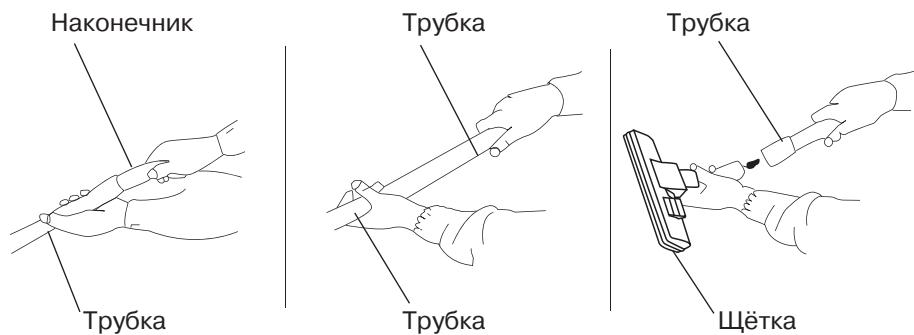

Рис.2
- Подсоедините телескопическую удлинительную трубку (4) к ручке гибкого шланга (5).
- Выдвиньте нижнюю часть телескопической трубы на необходимую длину (рис. 2).
- Выберите необходимую насадку – щётку для пола/ковровых покрытий (1) или щелевую насадку (28) – и подсоедините её к телескопической удлинительной трубке (4) (рис. 2).
- При необходимости можно подсоединять насадку (28) непосредственно к ручке гибкого шланга (5).
- Во время работы держитесь за удлинительную трубку (4) или за ручку гибкого шланга (5).